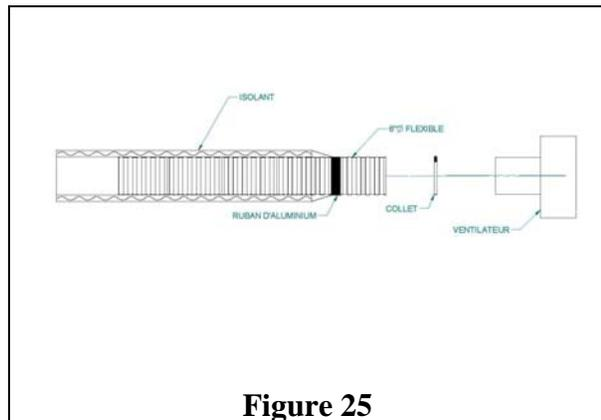

Figure 25
- C) Fixez le tuyau flexible à l'admission d'air du ventilateur à l'aide des collets fournis (figure 25);